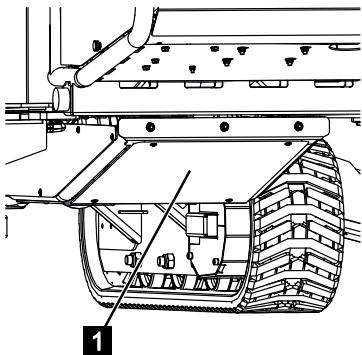

Abb. 239
3. Abdeckblech (Abb.239/1) demontieren.